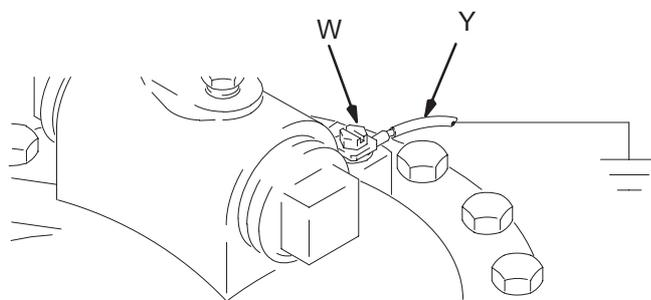

Fig. 1
- **Réservoir antibélier**: brancher un fil et une pince de terre et comme indiqué à la Fig. 1. Desserrer la vis de terre (W). Introduire l'extrémité d'un fil de terre (Y) d'au moins 1,5 mm² derrière la vis de terre et bien serrer celle-ci. Raccorder la pince d'extrémité du fil de terre à une véritable terre. Commander la réf. no. 222011, câble et pince de mise à la terre.